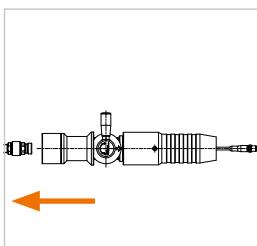

Figure 9
- ▶ Soulevez légèrement le flexible du nozzle de ravitaillement et retirez le nozzle de ravitaillement du réceptacle (*Figure 9*).